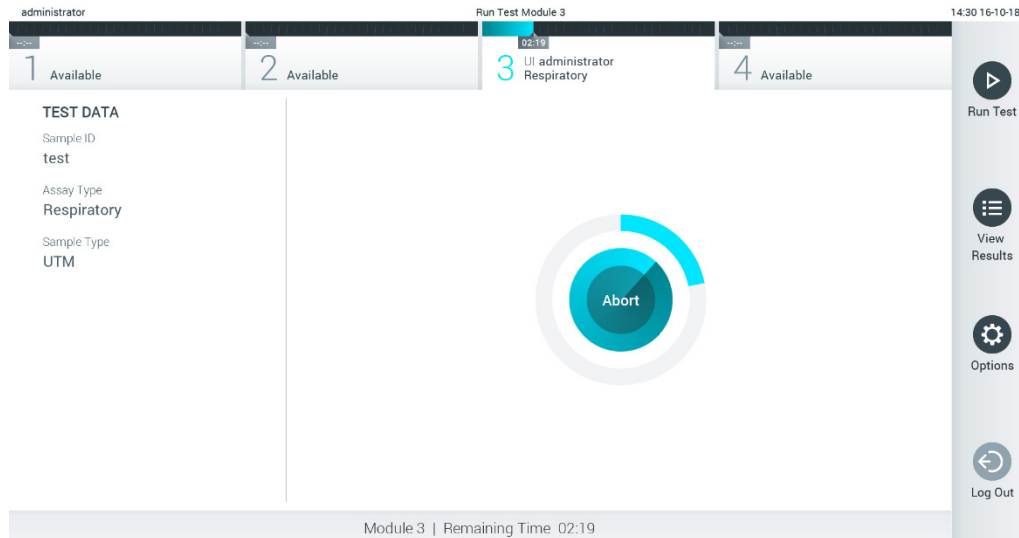

图 28. 测试执行和剩余运行时间的显示。
9. 测试运行过程中，在触摸屏上会显示剩余运行时间（下一页图 28）。